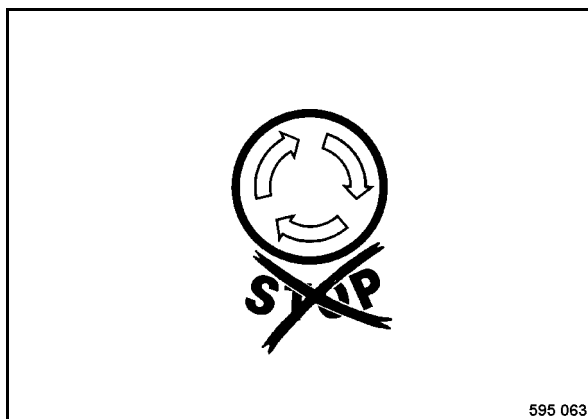

Fig. 33
- Comprobar si el conmutador de parada de emergencia (Fig. 33) está desbloqueado.